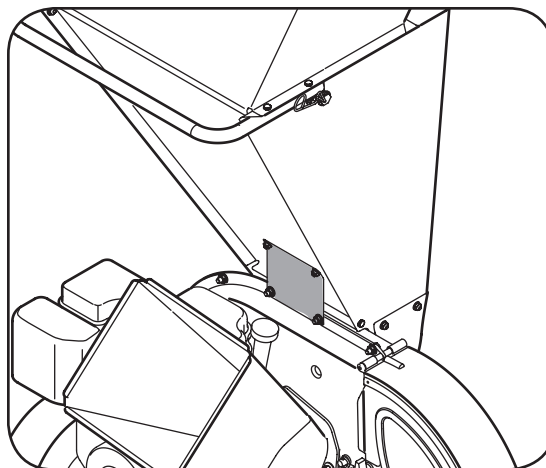

Figura 5-3
2. Saque las dos tuercas con reborde (y los pernos hexagonales) que sujetan la ménsula de soporte de la tolva a la caja del motor. Guarde los elementos de ferretería. Vea la Figura 5-3.